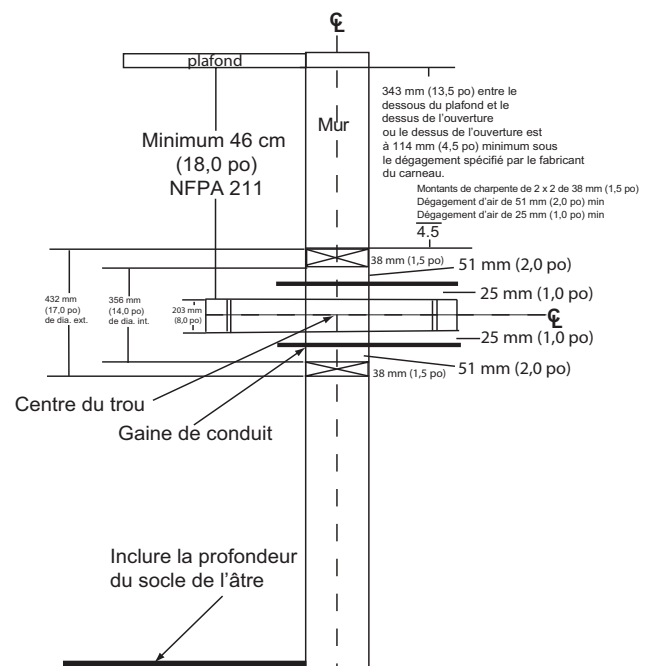

Figure 14.2
- L'ouverture en haut du mur doit être à au moins 343 mm (13 1/2 po) du plafond ou à 114 mm (4 1/2 po) au-dessus du dégagement minimum spécifié par le fabricant du carneau. Le dégagement vertical minimum selon NFPA 211 est de 457 mm (18 po) depuis le carneau et le plafond ou égal à la valeur minimale recommandée par le fabricant du carneau (**Figure 14.2**).
1. Pratiquez une ouverture dans le mur intérieur à la hauteur prévue pour l'entrée du carneau dans la cheminée en maçonnerie (**Figure 14.2**).
3. Construisez un cadre de 432 mm x 432 mm (17 x 17 po) (dimensions extérieures) pour l'ouverture du mur en utilisant du bois de charpente de 5 x 5 cm (2 x 2 po). L'intérieur de ce cadre doit avoir une ouverture de 356 x 356 mm (14 x 14 po) minimum (**Figure 14.2**).